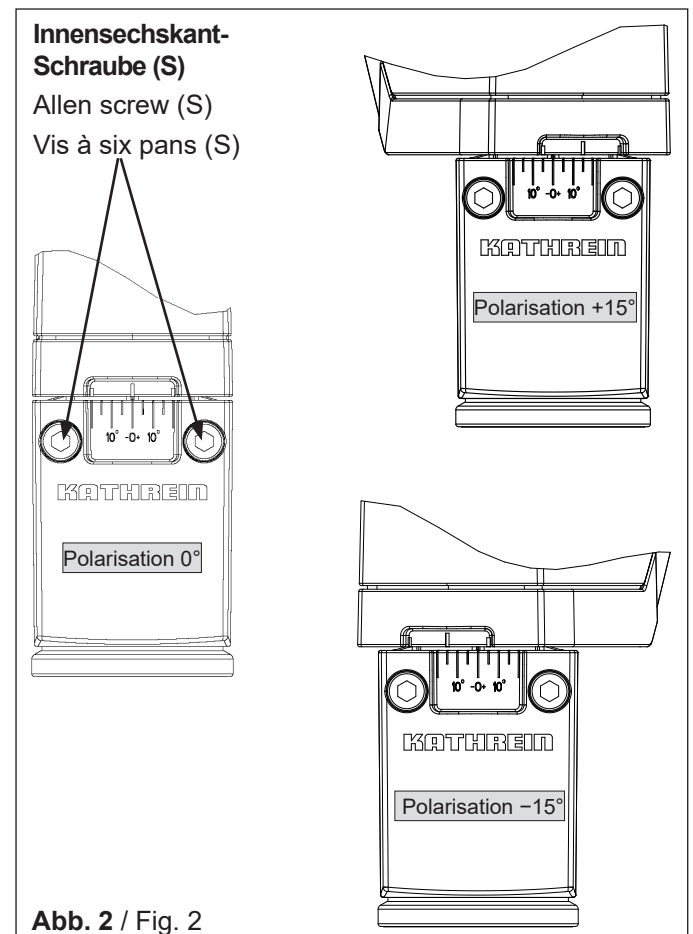

Abb. 2 / Fig. 2
Polarisations-Voreinstellung (Abb. 2)
1. Beide Innensechskant-Schrauben (S) lockern.
2. Durch Drehen des Speisesystems die Referenzmarke auf den Wert lt. Polarisations-Voreinstellungs-Tabelle einstellen (siehe Abb. 2)
3. Die Innensechskant-Schrauben (S) gleichmäßig im Wechsel festziehen. Anzugsdrehmoment: Max. 4,5 Nm
Setting the polarisation (Fig. 2)
1. Loosen both Allen screws (S).
2. Turn the feed system to set the reference mark to the value given in the polarisation pre-setting table. (see fig. 2)
3. Tighten the Allen screws (S) evenly, alternating between both. Torque: max. 4.5 Nm
Ajustage de la polarisation (Fig. 2)
1. Desserrer les deux vis à six pans creux (S).
2. Tourner le système d'alimentation pour régler le repère de référence sur la valeur indiquée dans le tableau de pré-réglage de la polarisation (voir la fig. 2)
3. Serrer les vis à six pans creux (S) de manière homogène en alternance. Couple de serrage : maxi. 4,5 Nm